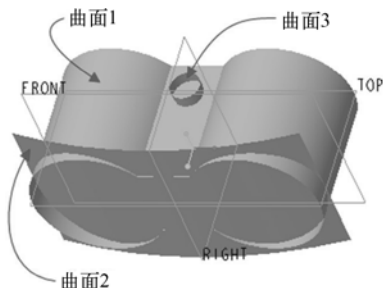

图 7-102 已有的曲面
- 1 在“快速访问”工具栏中单击“打开”按钮，弹出“文件打开”对话框，选择“bc_7_trim.prt”配套范例文件，然后单击“文件打开”对话框中的“打开”按钮。在该文件中，原始的曲面模型如图 7-102 所示。